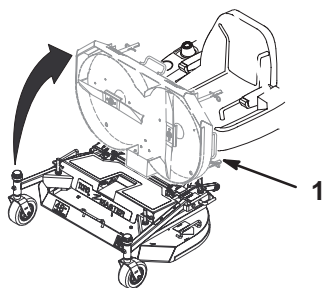

Bild 21
5. Ziehen Sie, wenn Sie vor dem Schneidwerk stehen, den Schneidwerkgriff nach oben und schieben die Vorderseite nach hinten, um das Schneidwerk anzuheben (Bild 21).
2. Ziehen Sie, wenn Sie vor dem Schneidwerk stehen, den Schneidwerkgriff nach vorne und senken das Schneidwerk ab (Bild 21).